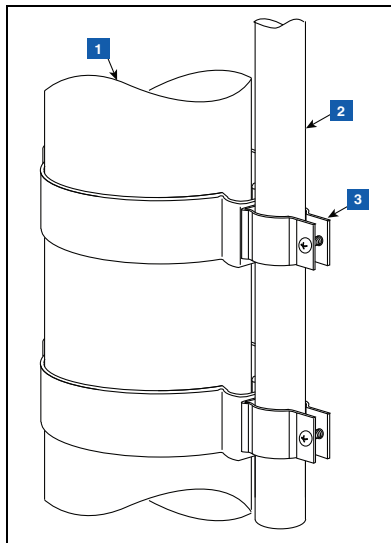

Abbildung 14. 12,7 mm Rohr mit 12,7 mm Klemmen an Rohrleitung befestigen
2. 12,7 mm (1/2") Rohr an 12,7 mm (1/2") Metallklemmen, wie in Abbildung 14 gezeigt, befestigen und festziehen. Die Klemmschrauben sind in die Klemmen integriert und dafür sind keine Befestigungsmuttern erforderlich.